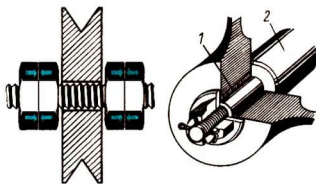

Bild 8 Befestigung von Rädern auf der Achse
Das Rad soll auch hier leicht drehen und muß seitlich begrenzt werden. Das Rad (Bild 8) bekommt ein **Lager** (1), das auf der Achse läuft. Das Rad dreht sich auf der feststehenden **Achse** (2). Bei Arbeiten mit dem Baukasten kann man das Rad auch mit Hilfe von **Gegenmuttern** auf einer Achse befestigen (Bild 8, links). Im Maschinenbau ist es üblich, die Achse mit einem Bund zu versehen und an der anderen Seite eine sogenannte Kronenmutter mit Splint zu verwenden (Bild 8, rechts).
4. Erkläre, worin sich die beiden Befestigungsarten auf Bild 8 gleichen!